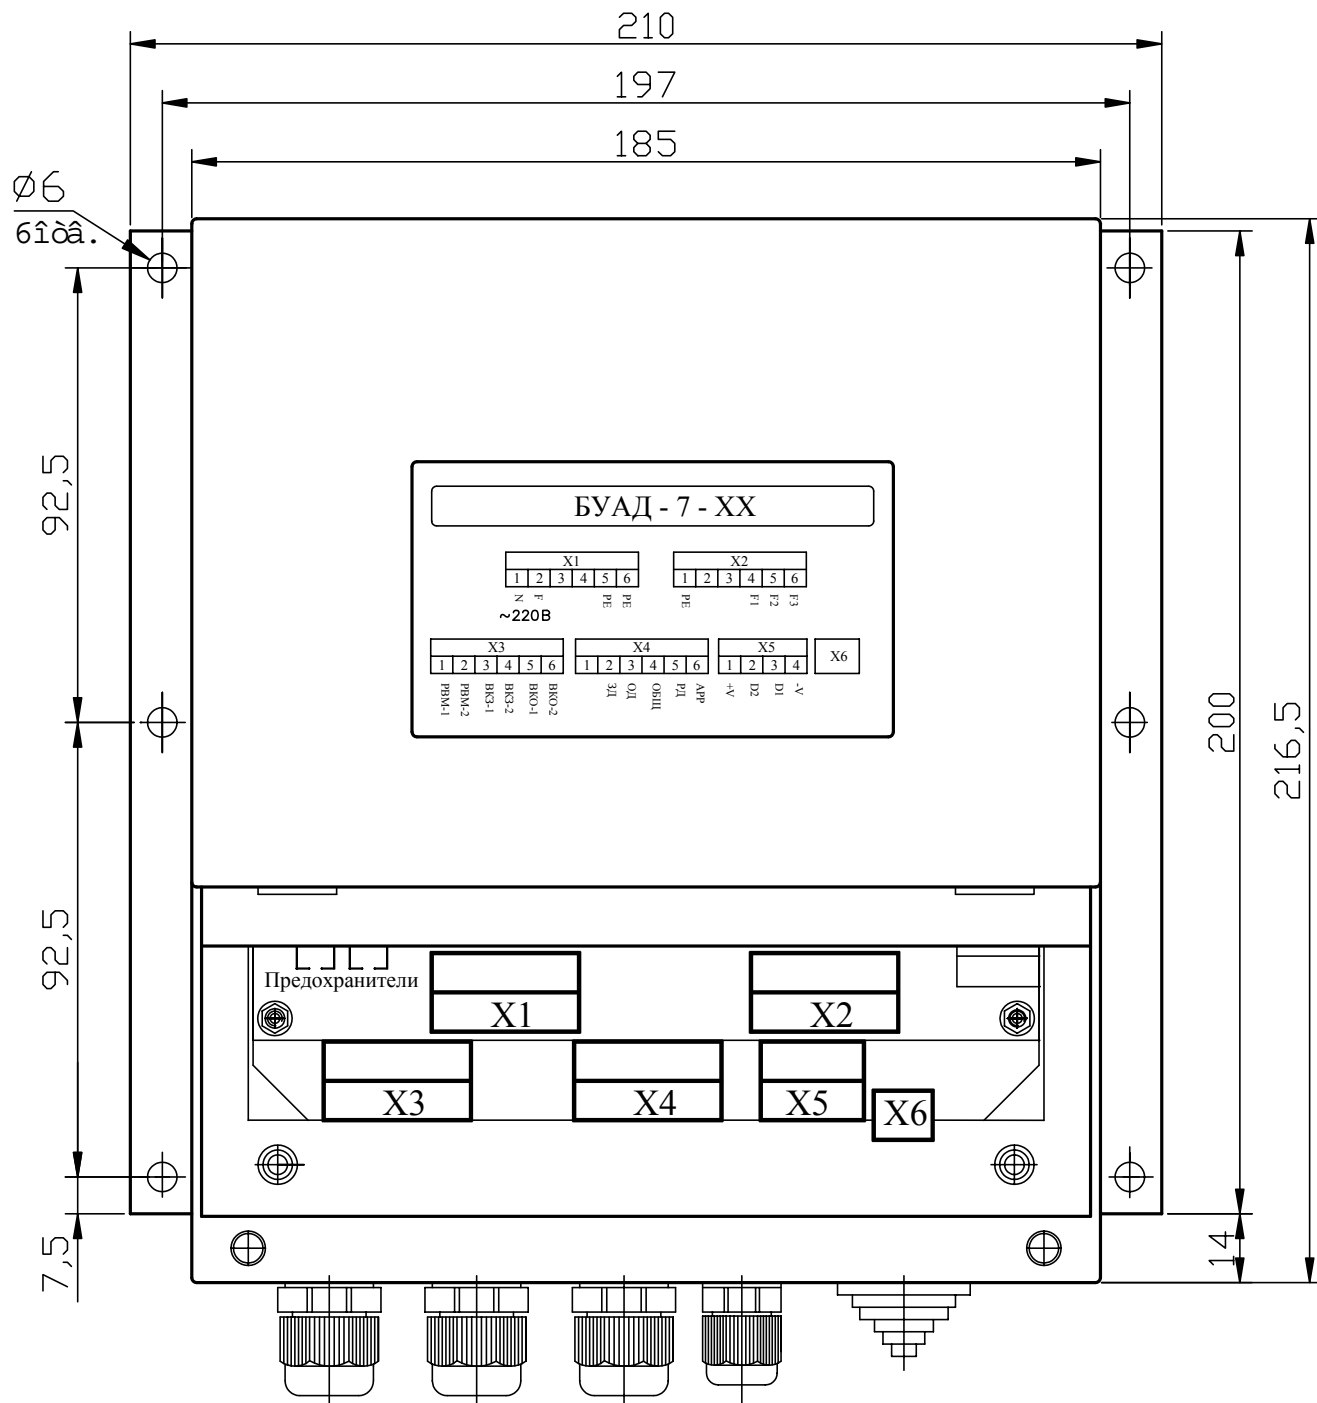
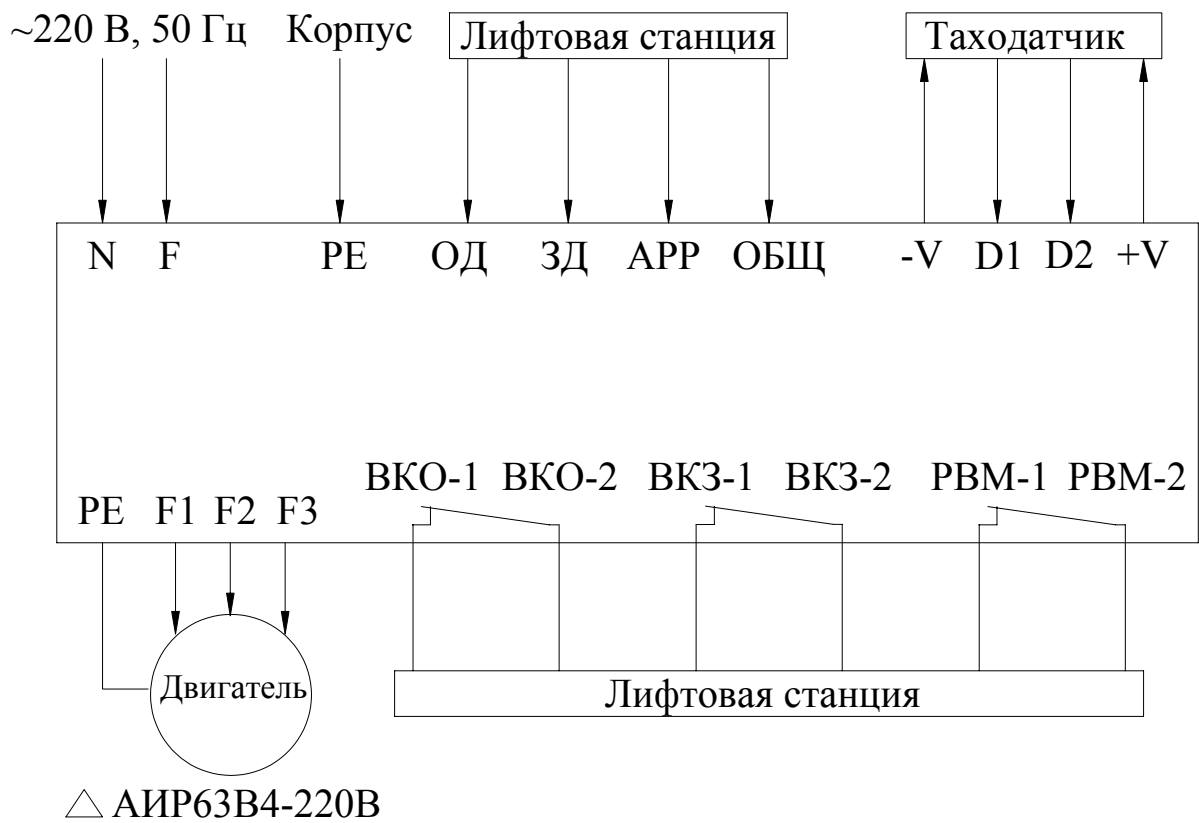
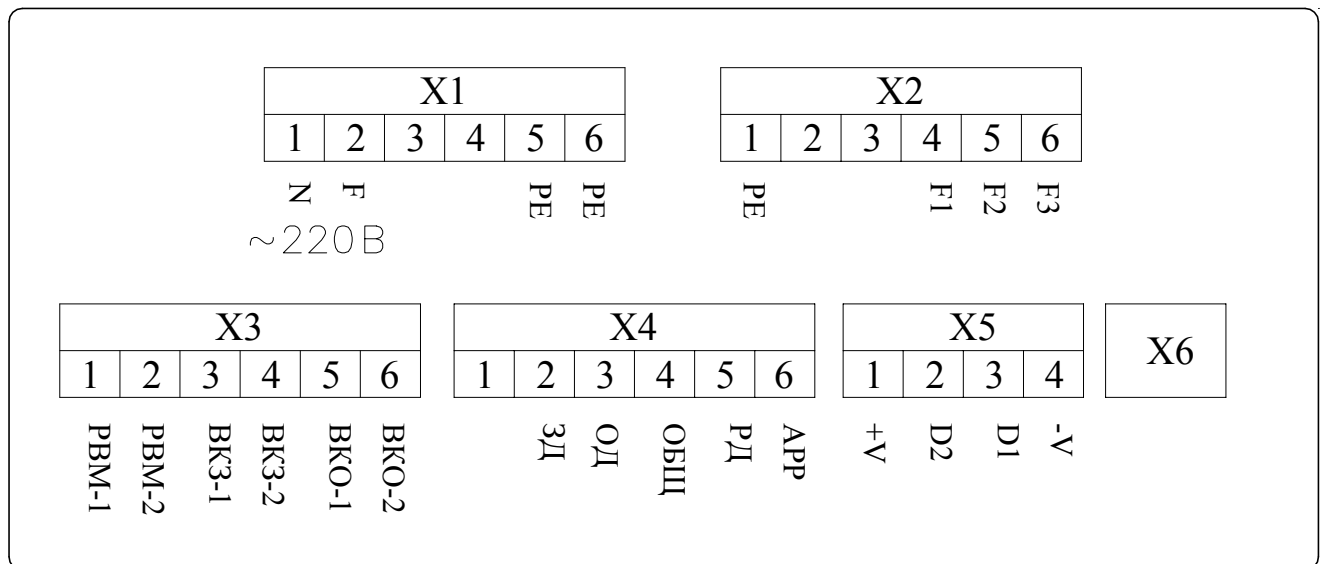

Рис.1. Габаритно-присоединительные размеры Устройства.
Рис.2. Блок-схема подключения внешних контактов БУАД-7-60.
Рис. 3. Схема подключения внешних контактов БУАД-7-60.
Габаритно-присоединительные размеры *Устройства* приведены на **рис.1**.
3.4.1. На **рис.2** показана блок-схема подключения внешних контактов *Устройства*. На **рис.3** показаны и подписаны отдельные контакты каждого из разъемов *Устройства*.
3.4.4. Внешние контакты для лифтовых станций (см. рис. 2, 3):
Узел подключения внешних коммуникаций состоит из набора кабельных выводов (**рис.1**), разъемов для подсоединения шин сетевого питания, цепей выходных напряжений для электродвигателя, цепей управления работой устройства, цепей подключения таходатчика (**рис.2, 3**), заглушки для разъема подключения устройства настройки УСНА, а также крышки, закрывающей разъемы *Устройства*.